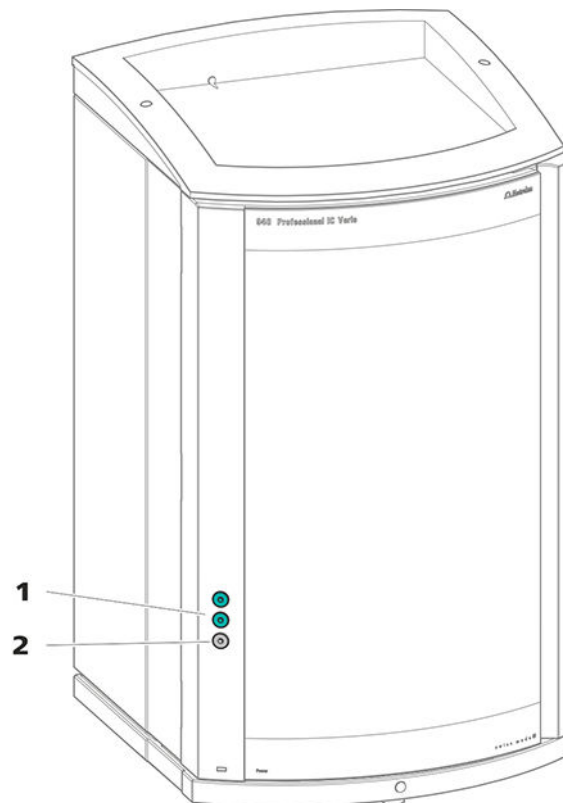

Figura 3 Orificios de paso en la puerta
- orificios en la puerta (véase figura 3, página 14)